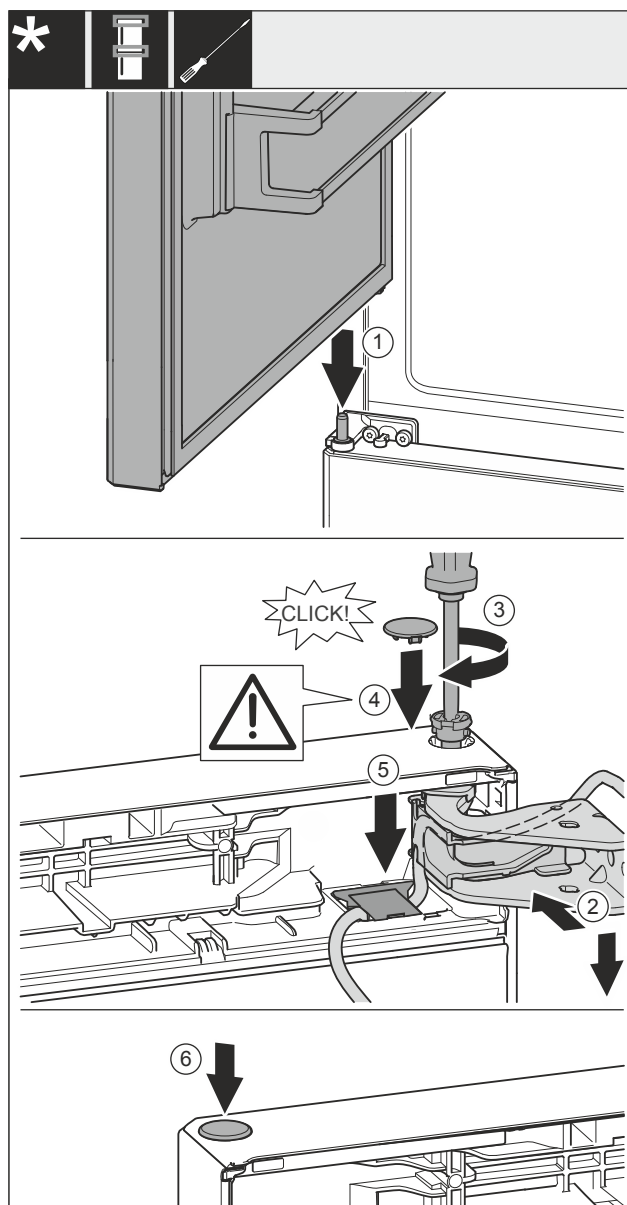

Fig. 55
- ▶ Așezați ușa superioară pe bolțul central de lagăr Fig. 55 (1).
- ▶ Aliniați ușa sus spre deschizătură în suportul de lagăr Fig. 55 (2).
- ▶ Introduceți bolțul Fig. 55 (3) și înșurubați-l ferm cu șurubelnița.
- ▶ Montați capacul Fig. 55 (4).
- ▶ Controlați să fie capacul Fig. 55 (4) așezat pe ușă.
- ▶ Introduceți capacul Fig. 55 (5) și apăsați în jos până când se fixează în poziție.
- ▶ Montați capacul Fig. 55 (6).